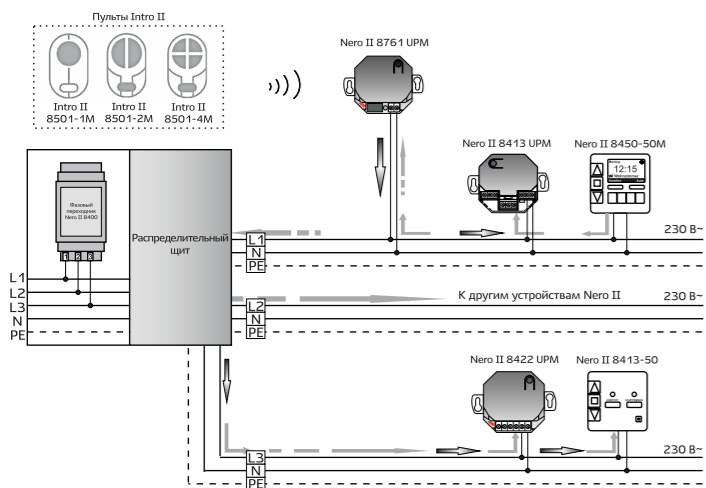

Рис. 1 - Принцип действия транскодера Nero II 8761 UPM
- отличительная особенность системы Nero II – питание и передача/получение команд управления по существующей силовой электропроводке 230 В~ на основе уникальной запатентованной технологии PLC. Благодаря ей система обладает надежностью, широким функционалом и высоким качеством передачи информации даже на крупных объектах, в том числе и по разным фазам (при использовании фазового переходника Nero II 8400) (рис. 1);
Решение: установить в транскодере Nero II 8761 UPM режим 1 или 2 (рис. 1).